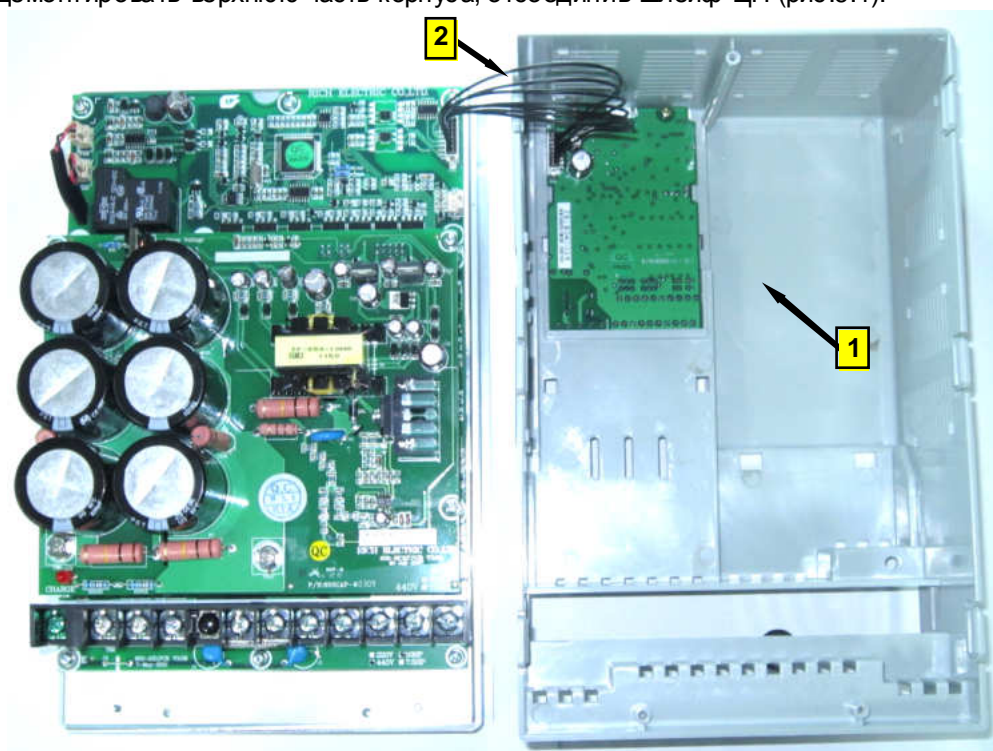

Рис. 6.4
6.2.4. Демонтировать верхнюю часть корпуса, отсоединив шлейф ЦП (рис.6.4).